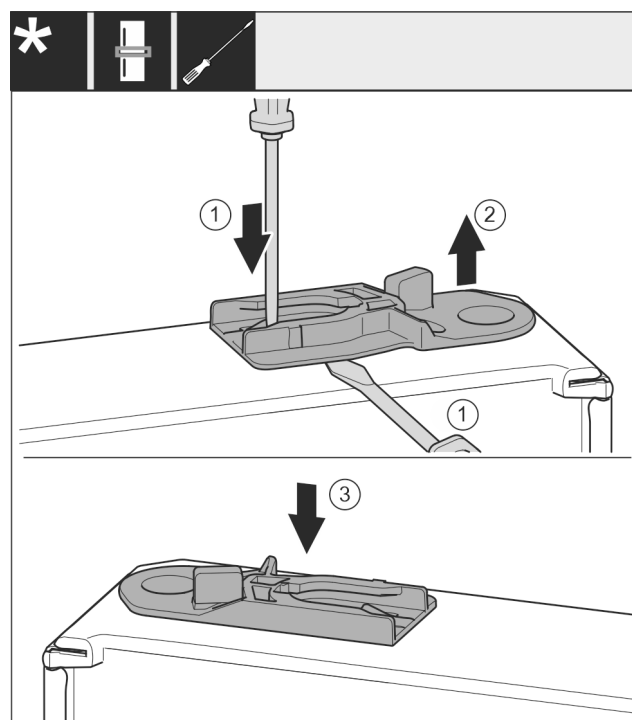

Fig. 41
- Retirer la douille de guidage : presser la languette Fig. 41 (1) avec un tournevis plat tout en faisant passer un autre tournevis plat sous la douille de guidage Fig. 41 (2).
- Insérer la douille de guidage Fig. 41 (3) fournie de l'autre côté du boîtier.